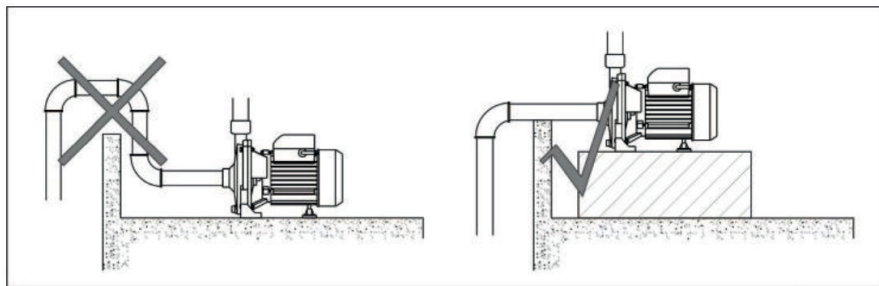

Рис. 2
8. Всасывающий трубопровод должен быть максимально коротким и не содержать лишних соединений, сгибов или отводов (см. рис. 2). Избыточные повороты и соединения увеличивают гидравлические потери, повышают риск подсоса воздуха и могут снижать создаваемые насосом давление и производительность.